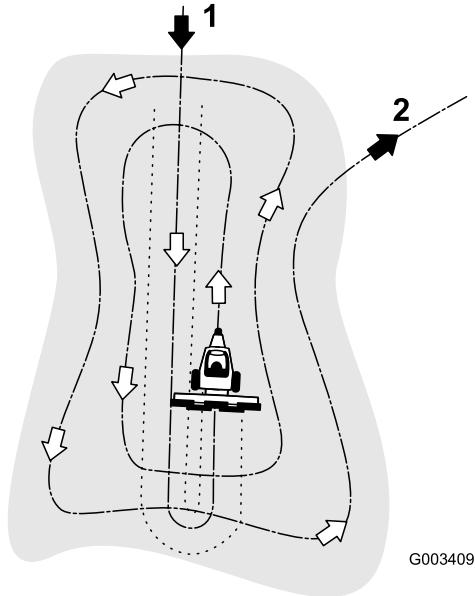

Bild 16
3. Montieren und sichern Sie die Stellschrauben und Muttern in der gewünschten Lage, wie in Bild 14, Bild 15 und Bild 16 dargestellt.
Das empfohlene Muster für das Rechen eines Bunkers wird in Bild 16 dargestellt. Bei diesem Muster vermeiden Sie unnötige Überlappungen, halten die Bodenverdichtung auf ein Minimum und Sie erhalten ein attraktives Muster auf dem Sand. Fahren Sie in Längsrichtung in den Bunker, wo die Steilheit Böschung am geringsten ist. Fahren Sie durch die Mitte des Bunkers fast bis zum Ende, wenden Sie so eng wie möglich in eine Richtung und rechen Sie dann neben der ersten Bahn zurück. Bewegen Sie sich spiralförmig zur Kante, wie im Bild dargestellt, und